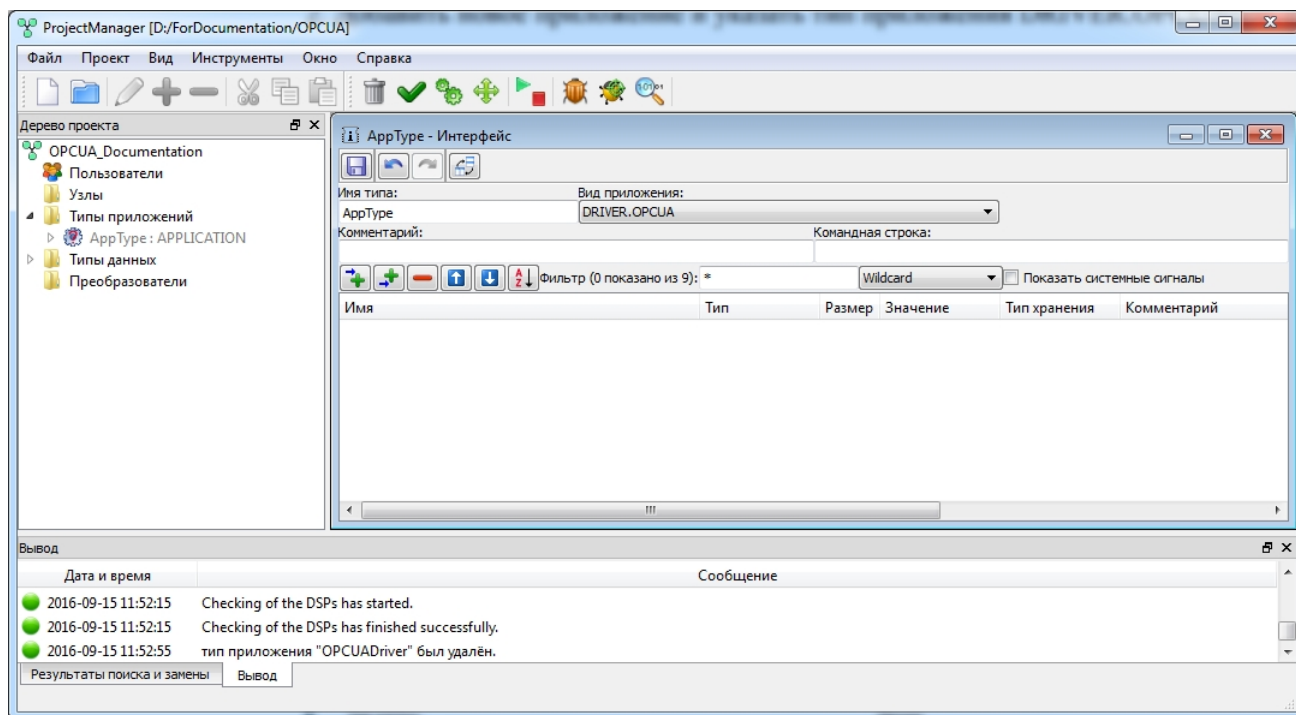

Рисунок 3.220 - Изменение типа приложения в интерфейсе приложения
2. Добавить новое приложение и указать тип приложения **DRIVER.OPCUA**(см. рис. 3.220)